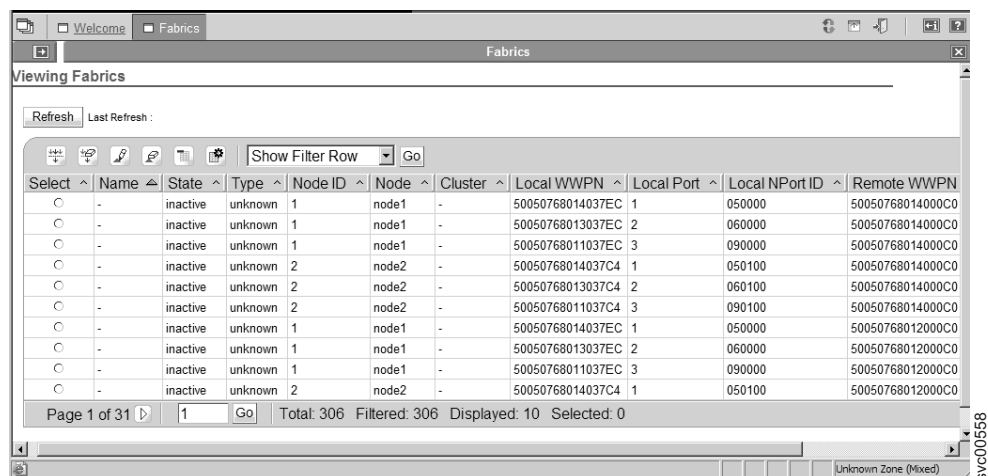

図 52. 「ファブリックの表示」パネル
5. 「サービスおよび保守」→「ファブリック」をクリックします。「ファブリックの表示」パネルが表示されます。117 ページの図 52 の例を参照してください。
117 ページの図 52 の最初の行は、次の接続を示します。